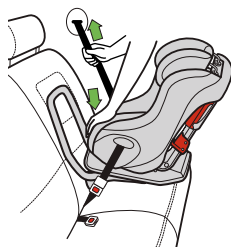

Figure 58
- Appuyez au centre du siège d'auto pour faire baisser le coussin du véhicule et tirez sur la partie baudrier de la ceinture sous-abdominale/ baudrier pour la serrer, tel qu'indiqué dans la **Figure 58**.